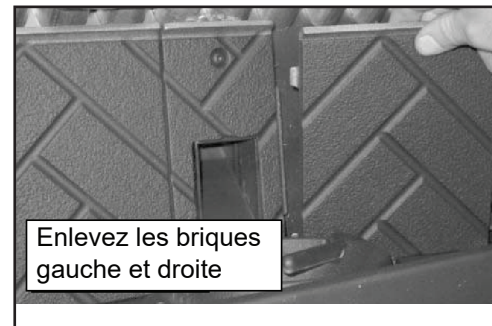

Figure 28.3
3. Vous devez enlever le déflecteur supérieur pour pouvoir enlever les briques gauche et droite. Enlevez la brique droite en la tenant par la lèvre supérieure et en la soulevant, puis repoussez le bord extérieur. Glissez la brique vers la droite jusqu'à ce qu'elle affleure la boîte à feu. Tournez le bord intérieur de la brique vers l'avant et enlevez la brique. Répétez l'opération avec la brique gauche. **Figure 28.3.**